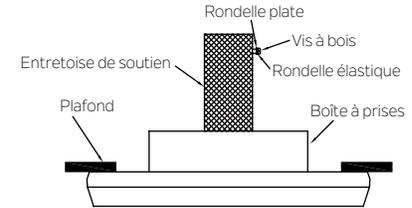

Fig. 10
Étape 5. Soulever maintenant le moteur en position et placez la boule de suspension dans le support de suspension. Tourner l'ensemble jusqu'à ce que la languette de contrôle se trouve dans le logement et qu'il soit fermement logé. (Fig. 10) La totalité du corps du moteur ne doit pas tourner si l'opération est effectuée correctement.